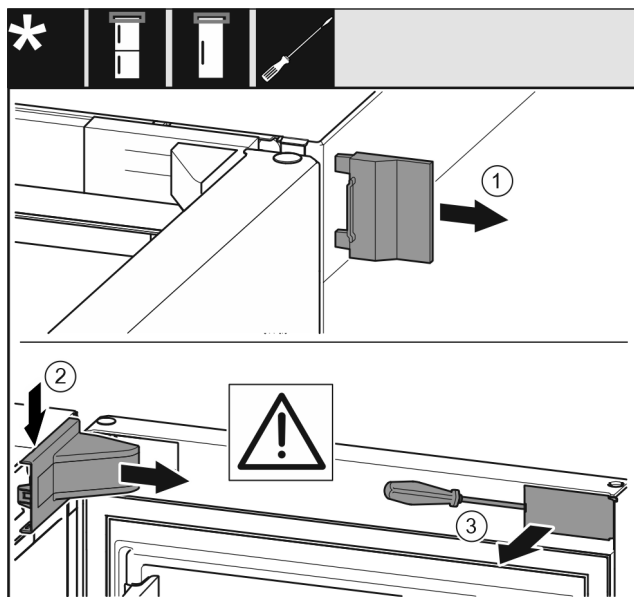

Fig. 8
- ▶ Detașați capacul exterior Fig. 8 (1).
- ▶ Deblocați și detașați capacul suportului de lagăr Fig. 8 (2).
- ▶ Deblocați masca Fig. 8 (3) cu șurubelnița plată și pivotați-o în lateral.